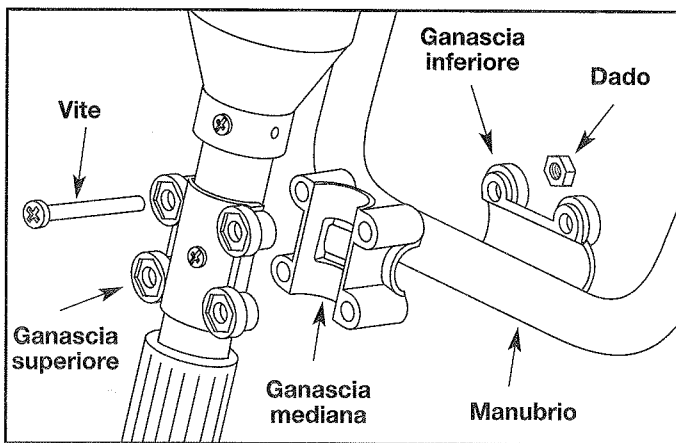

Fig. 4
1. Posizionare il manubrio tra le ganasce inferiore e mediana (fig. 4) della fascetta di fissaggio.